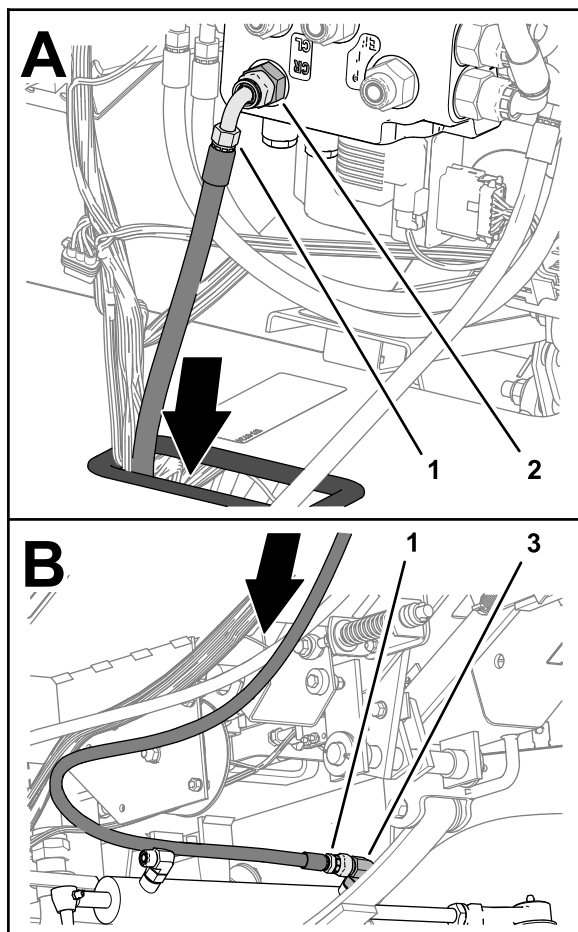

図 119
1. 油圧ポンプ ホース6 x 1397 mmの端を、ストレート継手でフロアプレートのグロメットに通します (図 119)。
2. ホース 6 x 1397 mm の エルボ継手をEHIステアリングバルブのポートCR継手に取り付けます (図 119)。
5. ホース 6 x 1397 mm のストレート継手をステアリングシリンダーのリトラクトポートのエルボ継手に取り付け、両方のホース継手を締め付けます (図 119)。